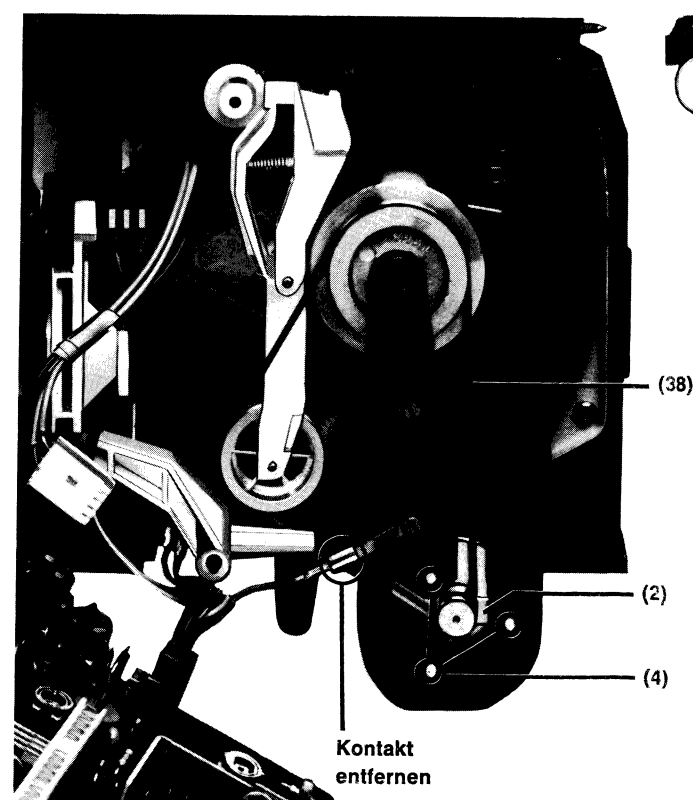

Bild 9
5. Motorriemen (38) wechseln [Bild 9]
6. Motor (2) wechseln [Bild 9]